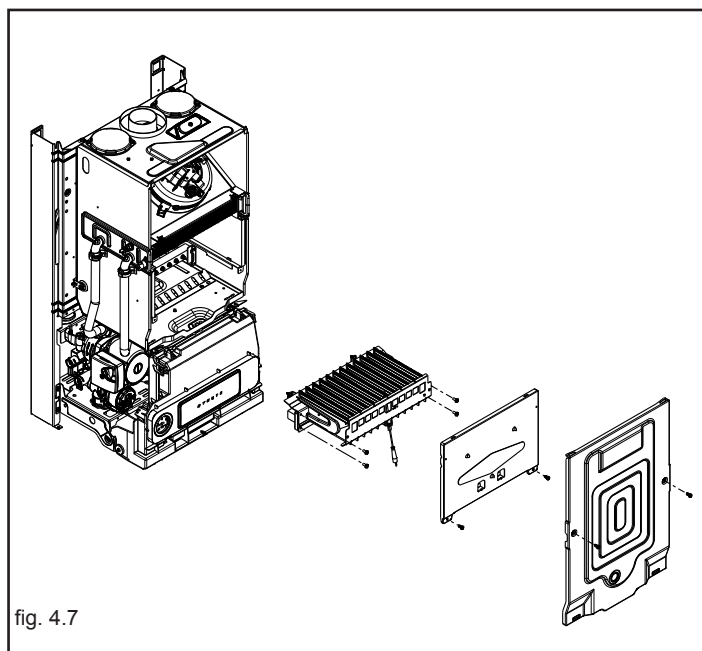

fig. 4.7
- rimuovere in successione: mantello, coperchio cassa aria e coperchio camera di combustione (fig. 4.7)
- togliere le viti di fissaggio del bruciatore e rimuovere quest'ultimo con la candela attaccata ed i relativi cavi (fig. 4.7)